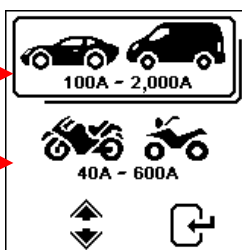

Fig.19
4. Dopo aver fatto la vostra scelta, potete iniziare il test selezionando  o  procedendo alla visualizzazione sottostante: (Fig.19)